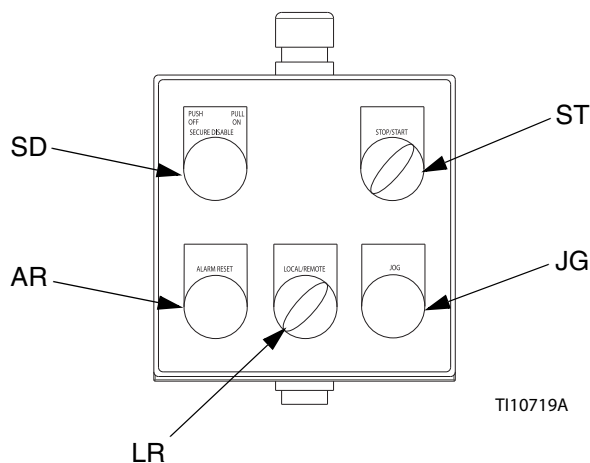

Рис. 5. Локальный пульт управления
В локальном пульте имеется пять органов управления. См. Рис. 5.
1. Переведите переключатель ПУСКА/ОСТАНОВА (ST) в положение ОСТАНОВА. См. Рис. 5.
2. Нажмите на переключатель БЕЗОПАСНОГО ОТКЛЮЧЕНИЯ (SD).
3. Откройте регулятор обратного давления (U) и все клапаны слива жидкости в системе, предварительно подготовив контейнер для сбора жидкости. Оставьте клапан открытым до тех пор, пока вы не будете готовы восстановить давление в системе.
3. Переведите переключатель ПУСКА/ОСТАНОВА (ST) в положение ОСТАНОВА. См. Рис. 5.
2. При помощи ЧРП задайте скорость двигателя для малого потока (прибл. 15 Гц). При необходимости отрегулируйте. Конкретную процедуру настройки потока см. в руководстве на ЧРП 311596. См. Рис. 5.
3. Нажмите на переключатель БЕЗОПАСНОГО ОТКЛЮЧЕНИЯ (SD). См. Рис. 5.
4. Переведите переключатель ПУСКА/ОСТАНОВА (ST) в положение ОСТАНОВА. См. Рис. 5.
5. Вытяните переключатель БЕЗОПАСНОГО ОТКЛЮЧЕНИЯ (SD) для отключения. См. Рис. 5.
7. Переведите переключатель ПУСКА/ОСТАНОВА (ST) в положение START. Скорость будет постепенно нарастать; это не мгновенный процесс. См. Рис. 5.